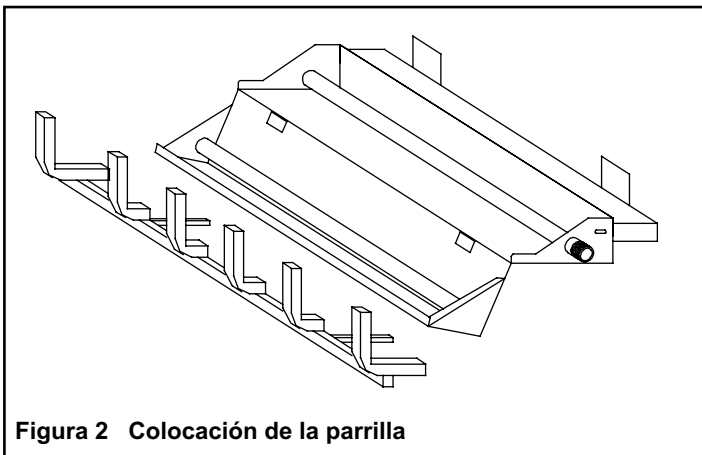

Figura 2 Colocación de la parrilla
- Instale la parrilla colocando las patas (están sujetas a la parrilla) en las ranuras de la bandeja del quemador. Deslice las patas en las ranuras (vea la figura 2) y empuje la parrilla hacia adentro lo más que se pueda hasta que esté en la posición de bloqueo.